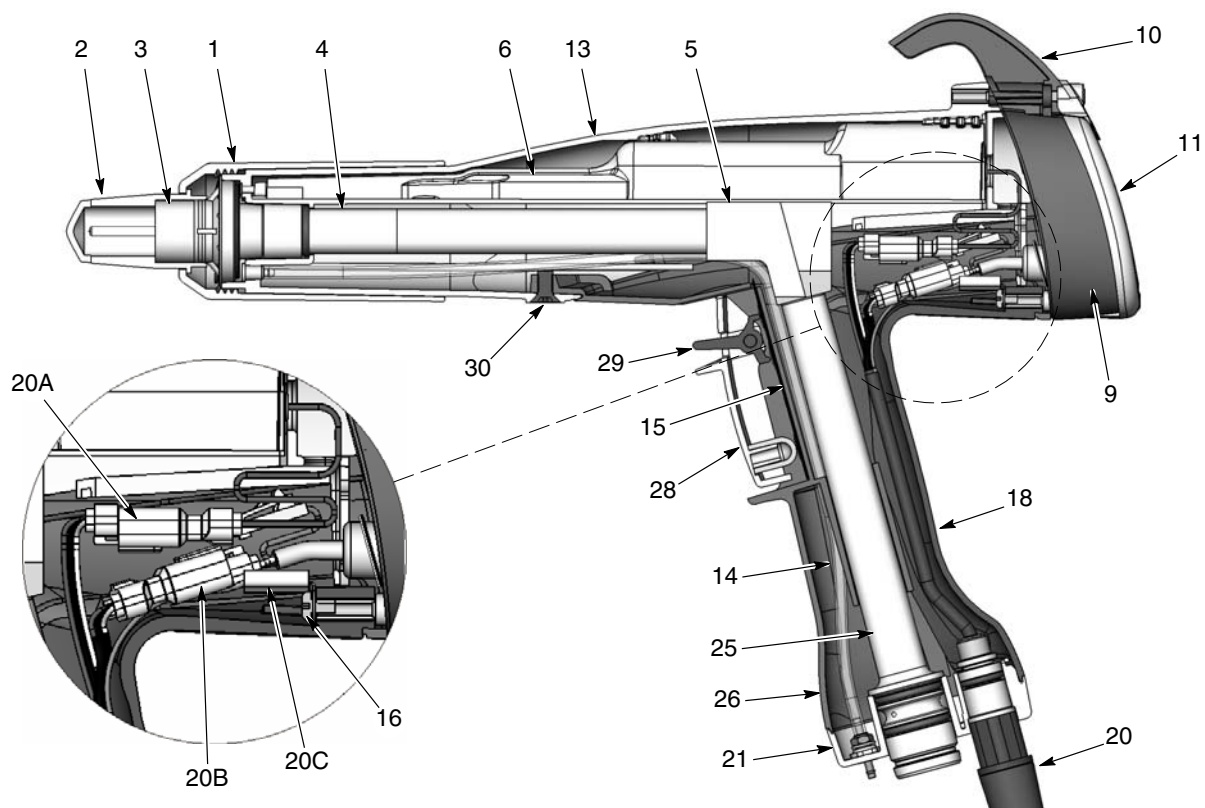

Bild 6-1 Genomsnittsvy av spraypistolen (referensnummerna i detta avsnitt är desamma som i reservdelslistorna)
2. Se bild 6-1. Skruva av munstycksmuttern och tag av munstycket och elektroddelen från spraypistolen.